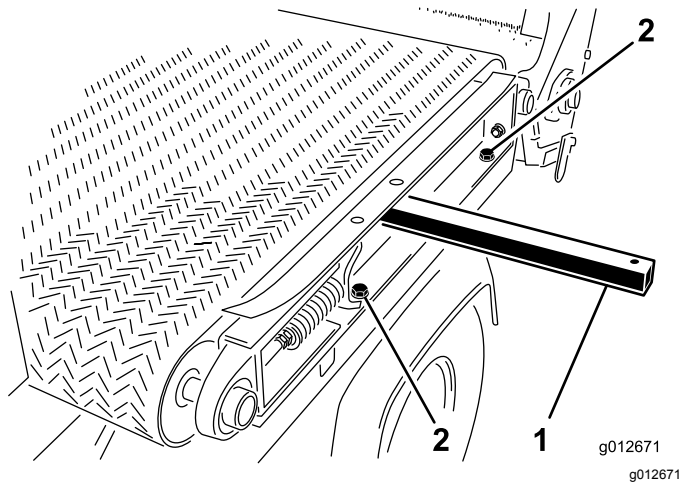

Figure 30
1. Sur le côté gauche de la machine, montez le rail du cadre coulissant sur l'aile gauche (Figure 30) avec les 2 vis et les 2 rondelles que vous avez retirées sous Démontage du plateau coulissant (page 25), et serrez les vis.